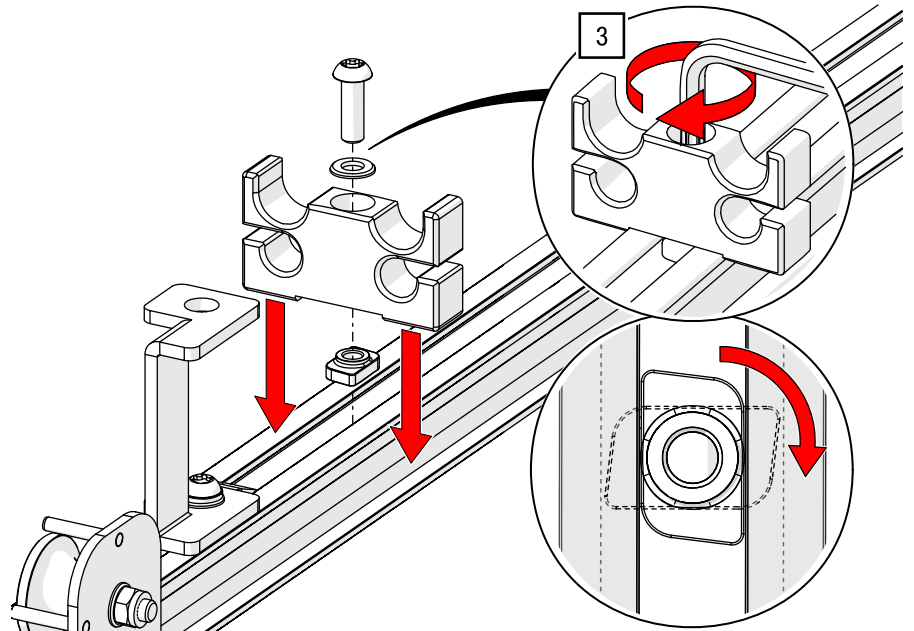

Abb. 106: Doppelt obenliegende Seilführung – Seilführung gerade montieren
- Positionieren Sie jeweils eine der geraden Seilführungen in der Nähe der Abhängungen, verteilen Sie den Rest am verbleibenden geraden Schienenteil und ziehen Sie die Schraube mit einem TORX®-Schlüssel T40 und 27 Nm an (siehe Abb. 106).